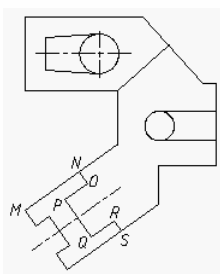

图1-12 画线段NO、OP等
3. 画线段 NO、OP 等, 如图 1-12 所示。
结果如图 1-12 所示。